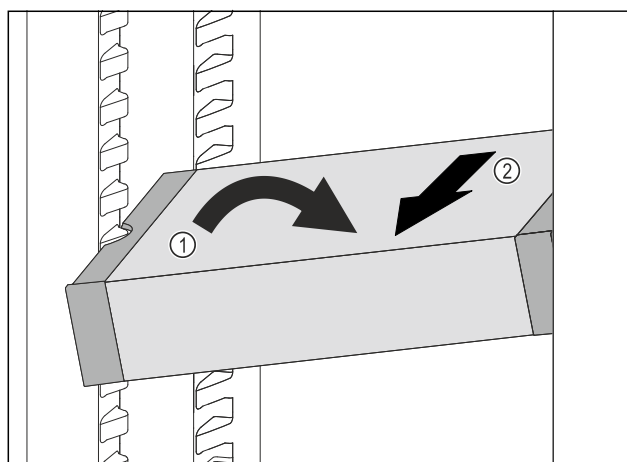

Fig. 208
- Ukosite ladicu VarioSafe u hladnjaku. Fig. 208 (1)
- Izvadite ladicu VarioSafe prema naprijed. Fig. 208 (2)